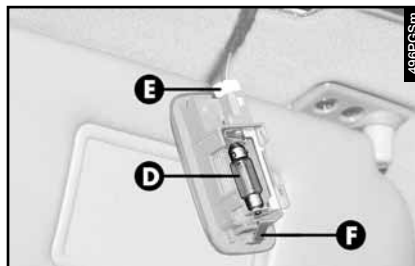

fig. 75
– Quitar la lámpara (**D-fig. 75**) tirando de ella hacia el exterior y soltándola de los contactos laterales.
– Volver a montar el plafón introduciéndolo primero por el lado (**E-fig. 75**) y luego apretando en el otro lado hasta oír el disparo de bloqueo de la lengüeta (**F-fig. 75**).